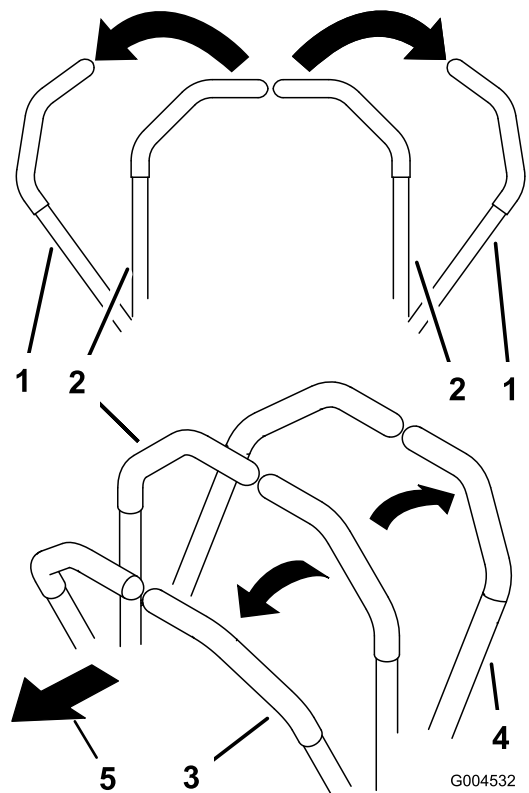

図 20
- 前方への直進走行両方のレバーをゆっくりと前に押す(図 20)。
- 後方への直進走行両方のレバーをゆっくりと後に引く(図 20)。
- 旋回両方のレバーを手前に引いて走行速度を落とし、曲がりたい方向と反対側のレバーを押す(図 20)。